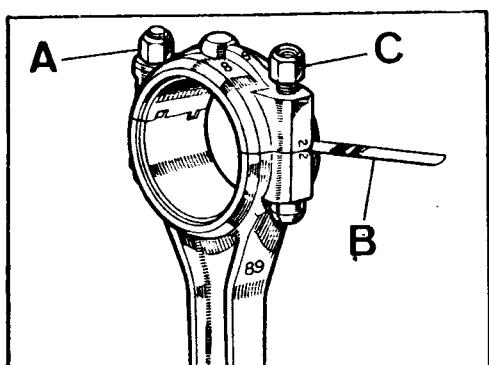

Fig. A1-107 Comprobación del hueco - de la tapa del cojinete
- 7.1. Instalar los semicojinetes, apretar las tuercas a la tensión correspondiente, aflojar una de ellas y comprobar la separación entre las juntas de unión (Fig. A1-107). Esta separación debe ser de 0,10 a 0,20 mm.